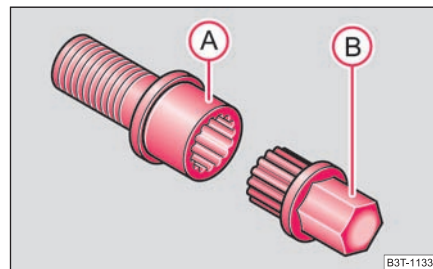

Fig. 221 Boulon antivol avec adaptateur
- Insérez à fond l'adaptateur (B) avec son côté denté de sorte que la denture intérieure du boulon antivol (A) puisse encore dépasser à l'extérieur du six-pan ⇒ fig. 221.
- Insérez la clé de roue à fond sur l'adaptateur (B).